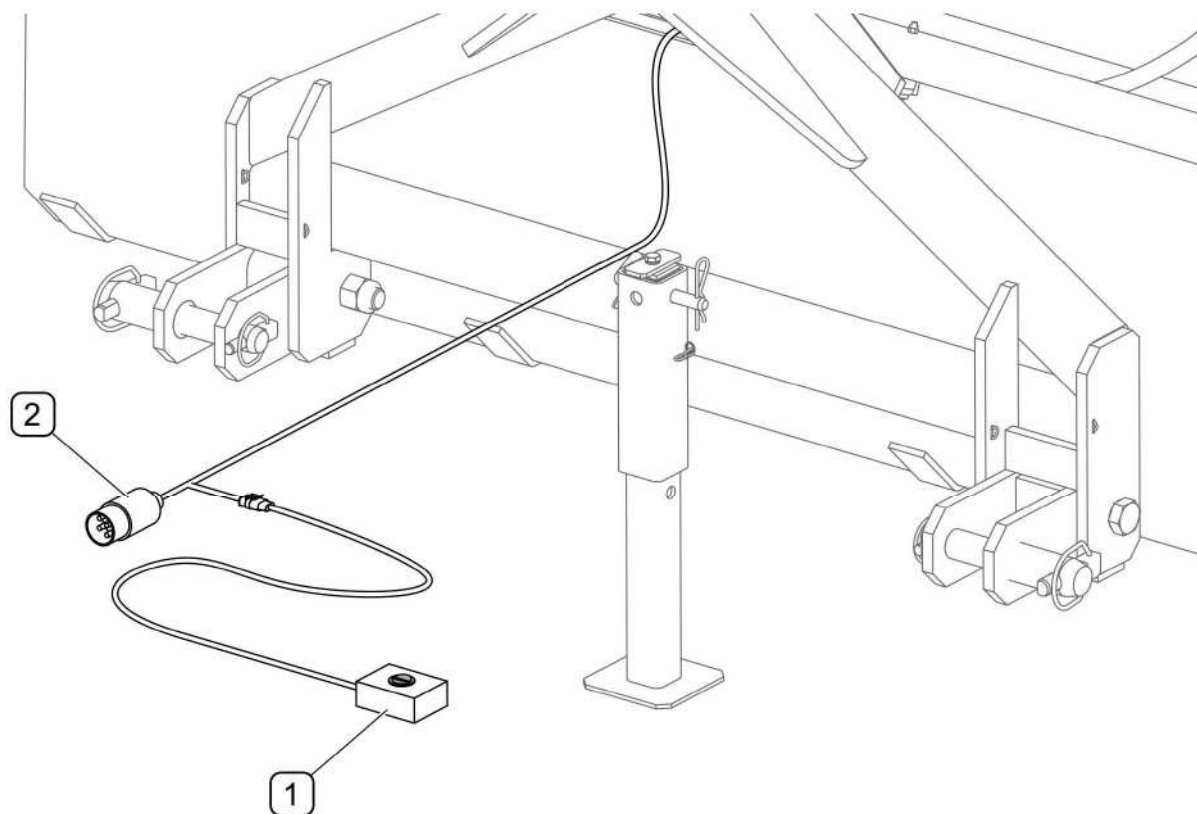

РИСУНОК 4.4 Управление системой полива
Штекер (2) электропровода необходимо подсоединить к 7-пиновому разъему 12 В на тракторе. Система полива включается и выключается при помощи выключателя (1) на питающем электропроводе (РИСУНОК 4.4).